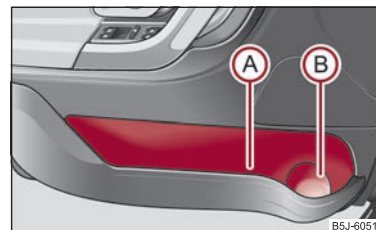

Fig. 86 Vide-poches dans la contre-porte
Afin de ne pas entraver le bon fonctionnement de l'airbag latéral, utilisez le niveau (A) ⇒ fig. 86 du vide-poches pour y mettre des objets ne dépassant pas. ■